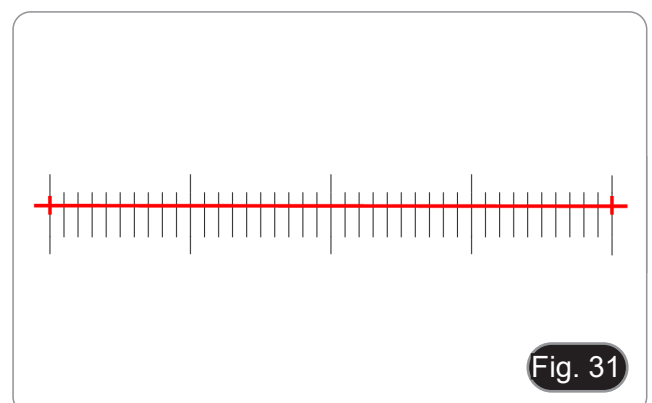

Fig. 31
4. Ajustar las posiciones de los puntos de inicio y final de la calibración para que la línea de calibración coincida con la escala del micrómetro y tratar de seleccionar la longitud máxima que se puede. (Fig. 31)